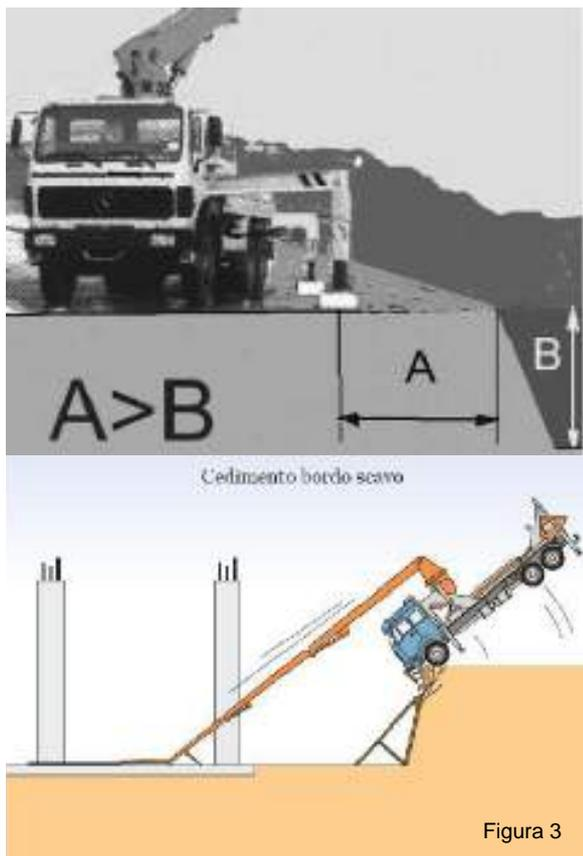

Figura 3
- Rimuovere i perni di fissaggio degli stabilizzatori ed estrarli alla massima estensione. In ausilio posizionare delle piastre aggiuntive sotto i piedi di appoggio al fine di rendere ancora più stabile il mezzo (Figura 3).